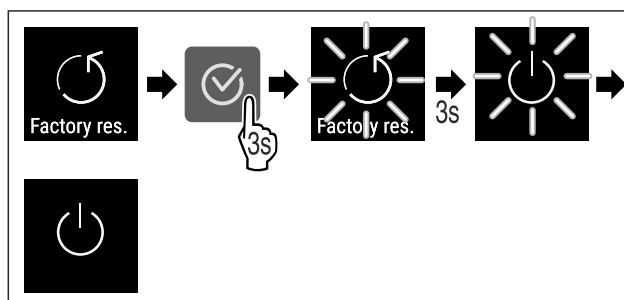

Fig. 102
- ▶ Wykonać czynności (patrz Fig. 102).